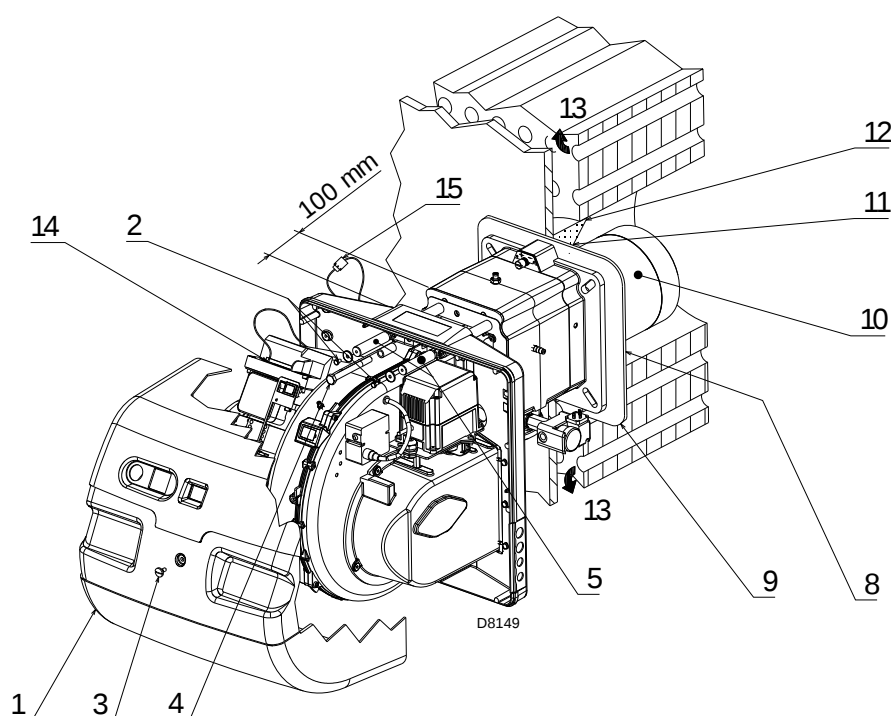
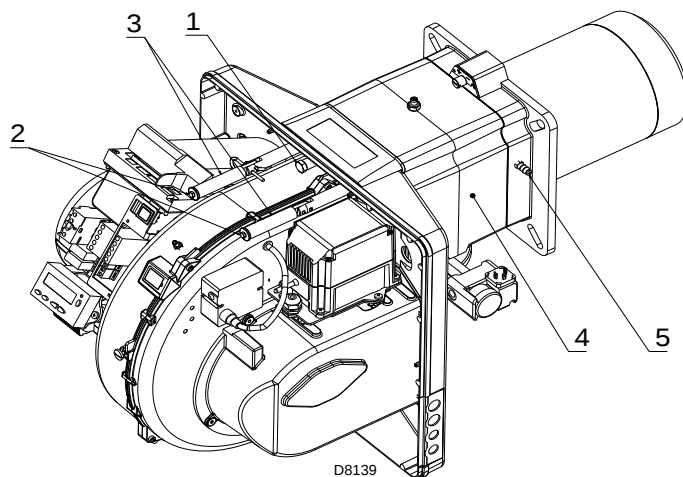

Fig. 13
Fig. 18
Pour les chaudières avec circulation des fumées avant 13)(Fig. 13), réaliser une protection en matériau réfractaire 11), entre réfractaire chaudière 12) et buse 10). La protection doit autoriser l'extraction de la buse.
Séparer ensuite la tête de combustion du reste du brûleur, (Fig. 13). Procéder comme suit pour faire cela:
- remonter le brûleur sur les glissières 3)(Fig. 18) à 100 mm environ du manchon 4) - brûleur dans la position illustrée dans la Fig. 13 à la page 19.
- Insérer les câbles de la sonde et de l'électrode, puis faire glisser le brûleur jusqu'au manchon, le brûleur doit rester dans la position illustrée dans la Fig. 18.